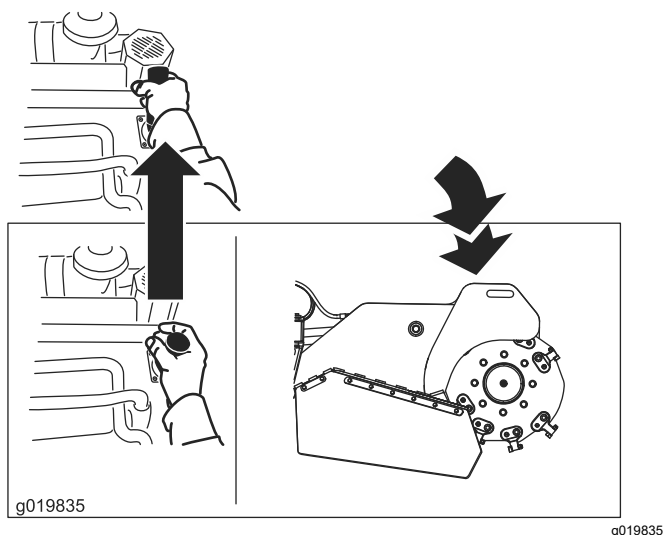

Figura 14
- Para bajar la destocadora, empuje la palanca hacia adelante (Figura 14).